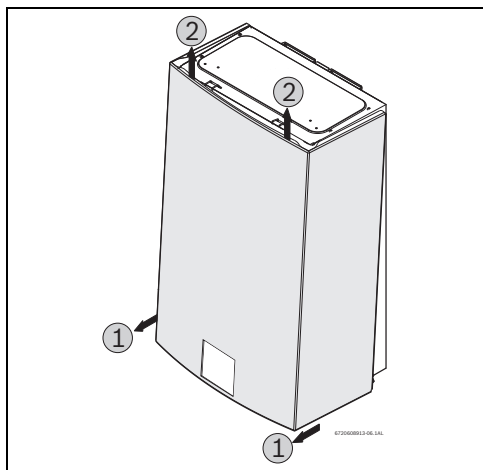

Fig. 23
- ▶ Retirar a frente do aparelho, ver Fig. 23.